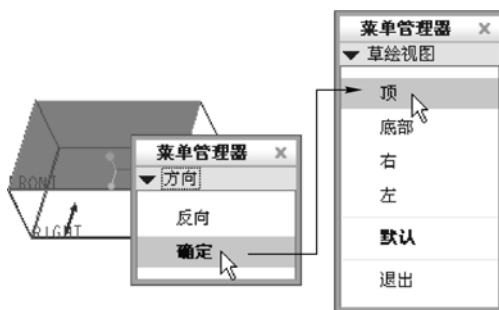

图 6-56 指示草绘平面方向等
- 5 选择前侧面作为将创建轮廓的草绘平面，在菜单管理器出现的“方向”菜单中选择“确定”命令，以接受查看草绘平面的默认方向，如图 6-56 所示，在菜单管理器出现的“草绘视图”菜单中选择“顶”选项，接着在图形窗口中选择“TOP（基准平面）”，进入草绘模式。